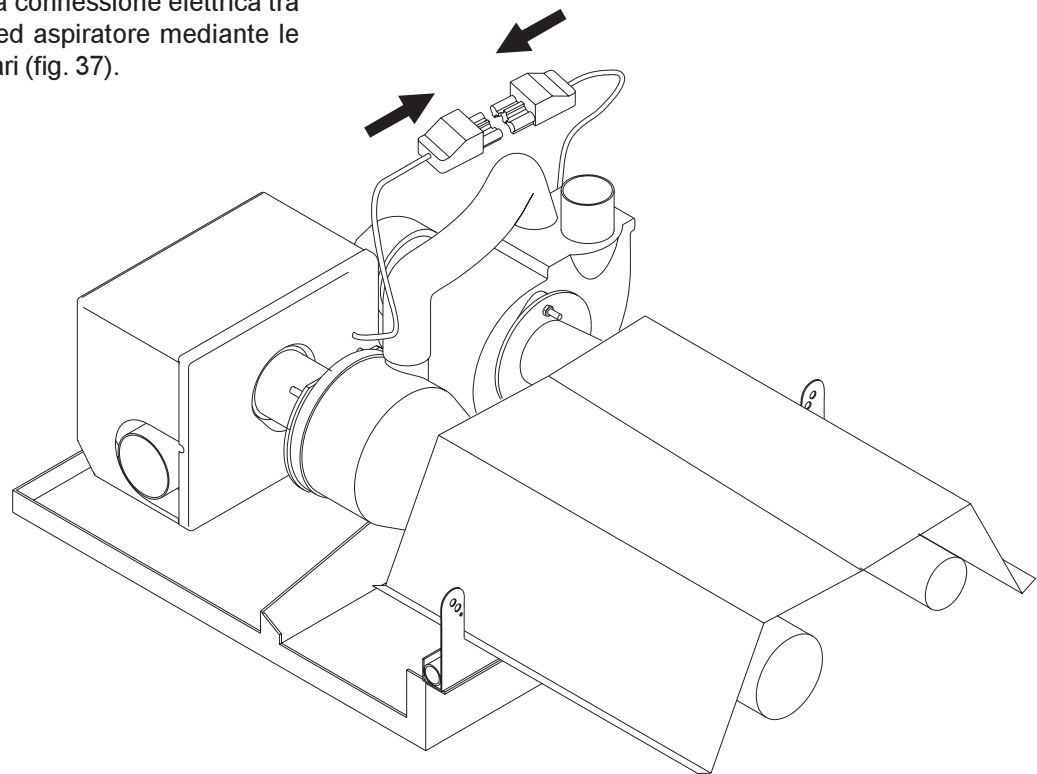

Fig.37 Collegamento elettrico tra Bruciatore ed Aspiratore
- 1) Effettuare la connessione elettrica tra Bruciatore ed aspiratore mediante le spine tripolari (fig. 37).